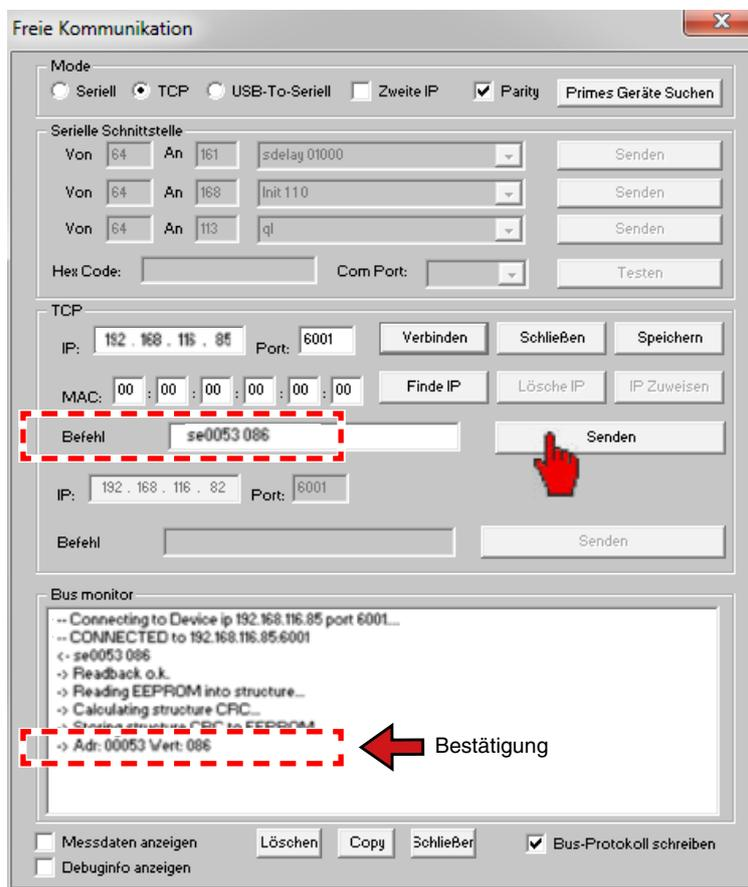

Abb. 11.2: Ändern der IP-Adresse im Menü **Freie Kommunikation**
8. Klicken Sie auf **Senden** und warten Sie die Bestätigung im Busmonitor ab (in Abb. 11.2 „-> Adr:00053 Wert: 086“)